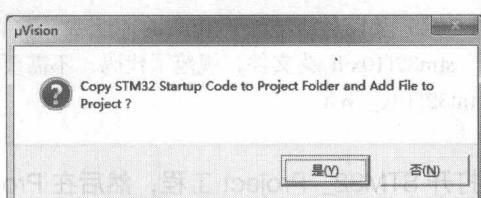

图1-9 是否添加启动代码对话框
(4) 单击 OK 按钮，弹出对话框“Copy STM32 Startup Code to project...”，询问是否添加启动代码到我们的工程中，这里选择“否”，因为我们使用的 ST 固件库文件已经包含了启动文件，如图 1-9 所示。